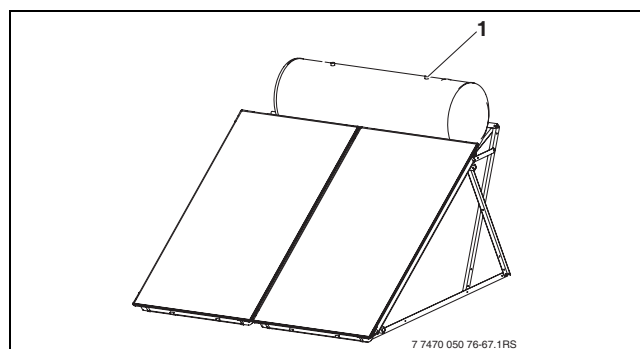

Fig. 65 Remplir l'installation
- ▶ Verser le fluide solaire en haut dans le ballon (→ fig. 65, [1]) jusqu'à ce qu'il s'écoule de la buse de remplissage.